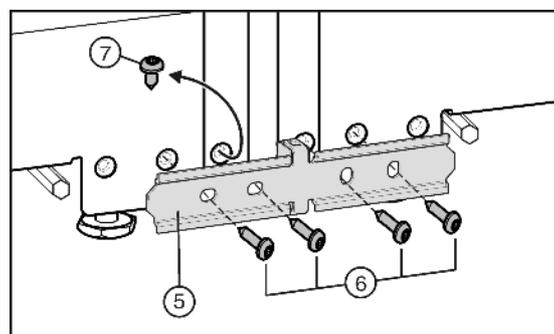

Fig. 6
- u Si votre appareil a été équipé de la vis Fig. 6 (7) prémontée : dévisser la vis.
- u Fixer la plaque de jonction Fig. 6 (5) provisoirement au moyen de deux vis Fig. 6 (6) à un appareil.